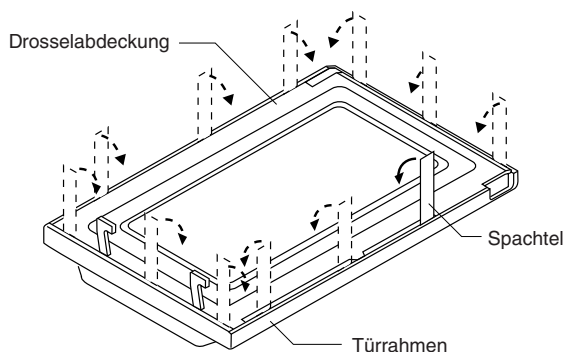

Abbildung C-6. Ausbau der Tür
- Einen Spachtel (ca. 0,5 mm dick) in den Spalt zwischen Drosselabdeckung und Türrahmen - siehe Abbildung C-6 - schieben, um das Eingriffsteil zu lösen.
- Die Drosselabdeckung mit dem Spachtel anheben, wie in Abbildung C-6 gezeigt.